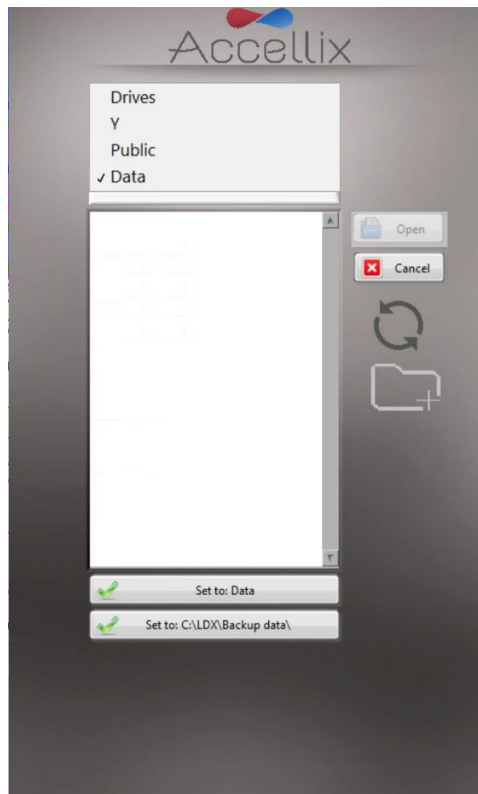

Abbildung 32: Bildschirm „Set Data Destination Configuration“ (Datenzielkonfiguration festlegen)
- Das Kopierziel wird mit der Funktion **Destination Location** (Zielort) (Abbildung 32) ausgewählt. Siehe Abschnitt 12.7.2, um den Zielort (falls erforderlich) vor dem Kopieren von Dateien festzulegen.
Wenn Sie auf das Ordnersymbol tippen, wird der Bildschirm **Set Data Destination Configuration** (Datenzielkonfiguration festlegen) angezeigt (Abbildung 32):